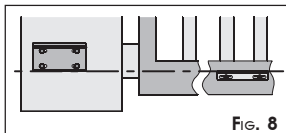

FIG. 8
- de onderste rand van de achterste beugel moet op één lijn zijn met de bovenste rand van de voorste beugel, (Fig.8).